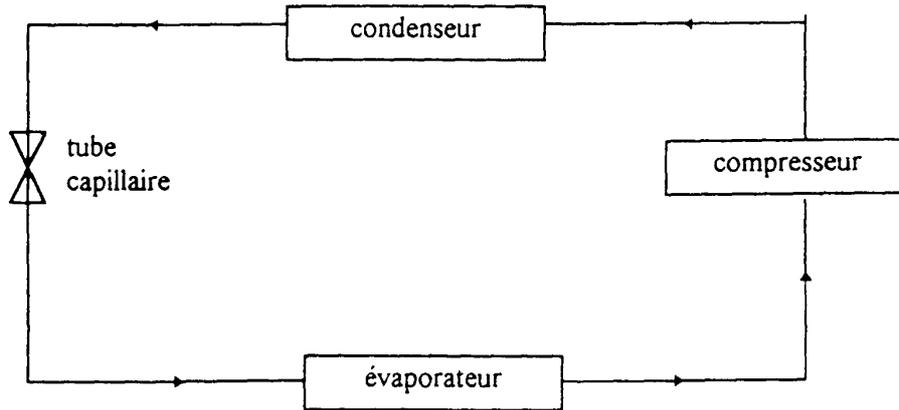
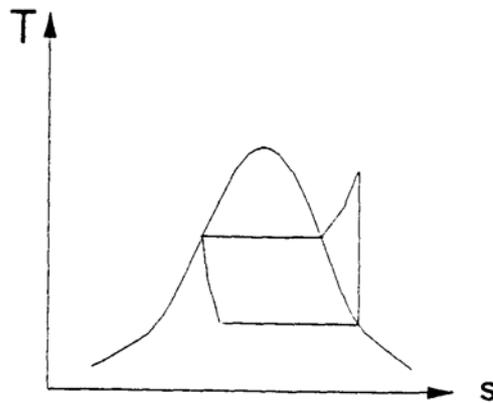

Figure 1
Figure 2
2. Le fonctionnement du congélateur est représenté par le schéma ci-dessous (figure 1)
- 2.1. Placer les points 1, 2, 3, 4, sur le schéma (figure 1) et le diagramme  $(s, T)$  (figure 2) où  $s$  représente l'entropie massique du fluide.